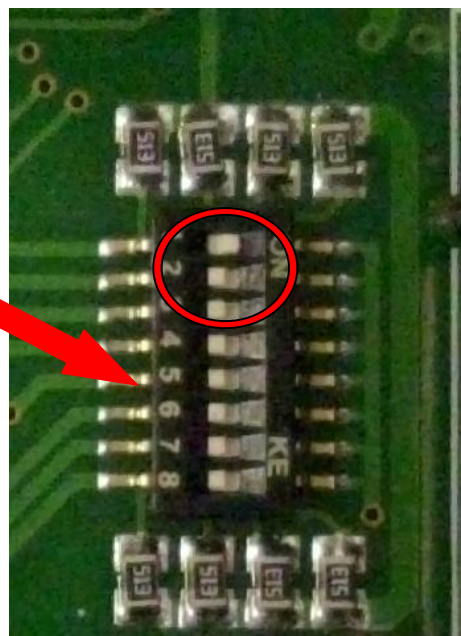

Рисунок 13. Микропереключатели адреса. (Положение переключателей соответствует адресу 1).
6. Проверить установленный адрес. Для корректной работы должен быть установлен не нулевой адрес. Например, адрес 1. Для этого необходимо найти панель микропереключателей (см. рисунок 12-13) и переключить пинцетом первый микропереключатель слева-направо в положение ON (см. рисунок 13).